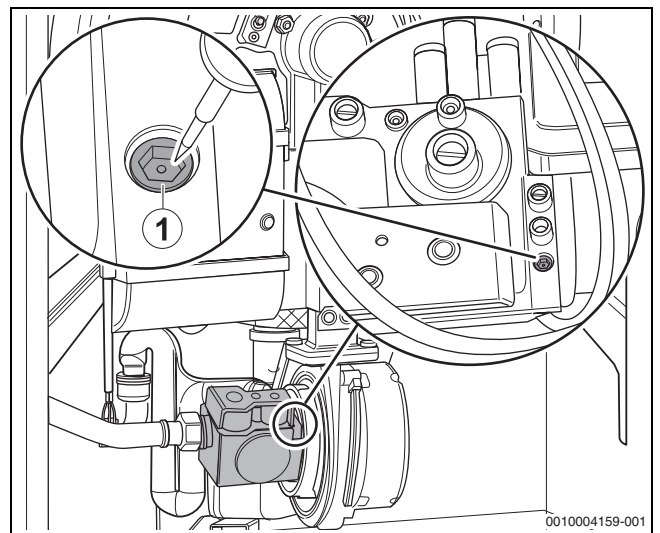

Bild 49 CO₂-Einstellung bei Volllast vornehmen
- ▶ Bei CO₂-Werten unter 8,5 % oder über 9,6 % die Einstellung an der Großlast-Einstellschraube korrigieren (→ Bild 49, Seite 27, und Tabelle 7).
- ▶ Bei CO₂-Werten unter 9,8 % oder über 10,8 % die Einstellung an der Großlast-Einstellschraube korrigieren (→ Bild 49, Seite 27 und Tabelle 8).